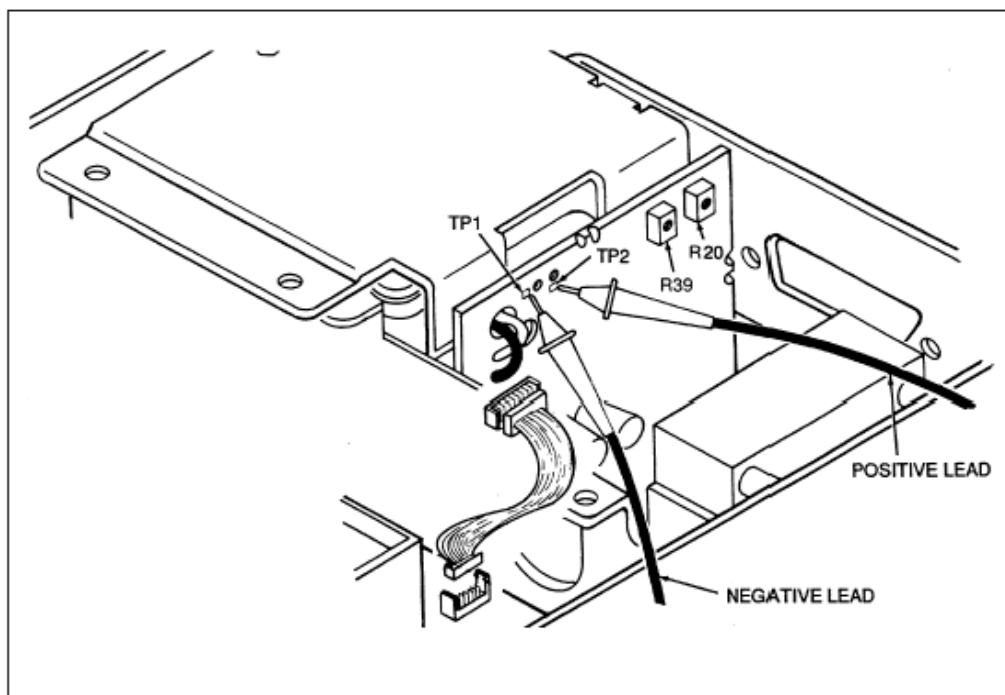

图 7-7 测试和调整点
4. 将电压表的测试线连接到电池选件电路上的 TP1 和 TP2 端（如图 7-7），调整后面的电位计（R39，位于电池选件电路板的顶部）直到电压表的读数为 9.25V；